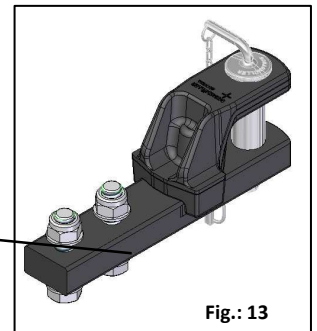

Fig.: 13
- remorcarea cu bară de tracțiune (opțional) (Fig.: 13).